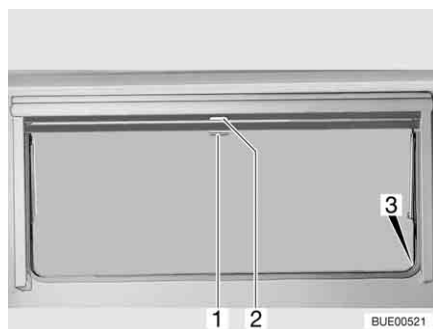

Fig. 36 Finestra apribile
Chiusura: ■ Tirare verso il basso l'oscurante a rullo accompagnandolo con la maniglia (Fig. 36,2). Quando si chiude completamente l'oscurante a rullo esso va agganciato da entrambi i lati al telaio della finestra nell'apposito elemento di fissaggio (Fig. 36,3).
Apertura: ■ Quando l'oscurante a rullo è completamente chiuso: Spingere la maniglia (Fig. 36,2) verso il basso tirandola leggermente verso l'interno. Sganciare l'oscurante a rullo dagli elementi di fissaggio a destra e a sinistra del telaio della finestra.
■ Quando l'oscurante a rullo si trova in posizione intermedia: Tirare la maniglia (Fig. 36,2) leggermente verso il basso finché l'elemento di fissaggio non si è sganciato.
Chiusura: ■ Tirare la maniglia (Fig. 36,1) della zanzariera a rullo verso il basso e agganciarla all'elemento di fissaggio (Fig. 36,3) su entrambi i lati del telaio della finestra.
Apertura: ■ Spingere la maniglia (Fig. 36,1) verso il basso tirandola leggermente verso l'interno. Sganciare la zanzariera a rullo dagli elementi di fissaggio a destra e a sinistra del telaio della finestra.